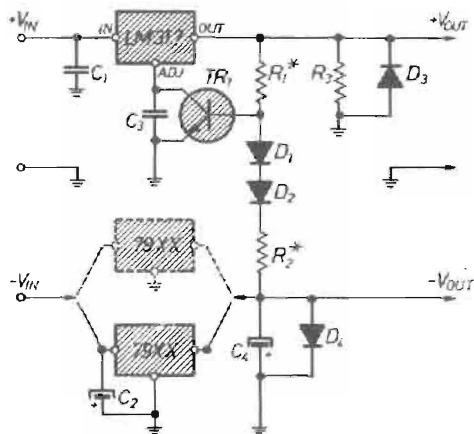

figura 25
B) tracking bipolare variabile in tensione sostituendo il **solo regolatore negativo** (magari con un gioco di commutatori). Viene utilizzato pure un regolatore del tipo LM 317, che tratteremo nella seconda parte (figura 25).